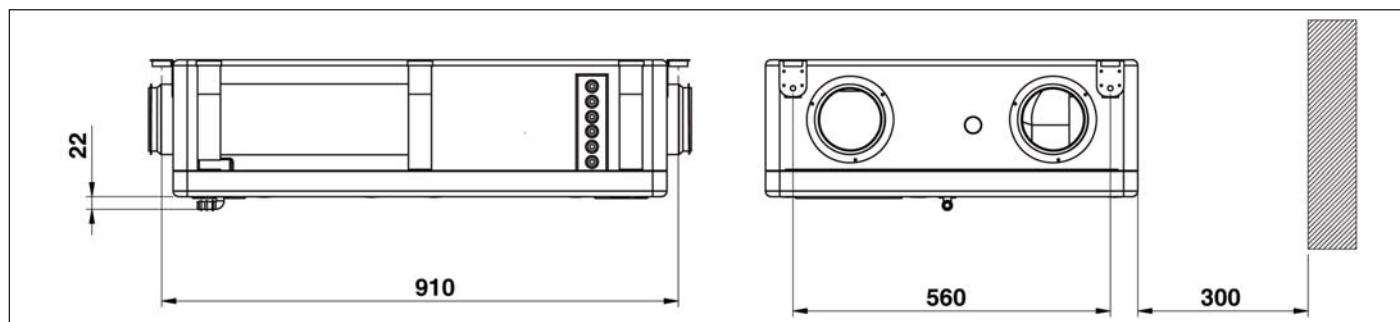

fig. 1
- Verificare che i punti di fissaggio siano allineati ed in piano e segnarli sul soffitto in base alle quote indicate in fig. 1. Utilizzare tasselli ancoranti Ø8.
- Check that the bases are aligned and coplanar; sign the position of the fixing points on the ceiling, according to the dimensions shown on fig. 1. Use expansion dowel Ø8.